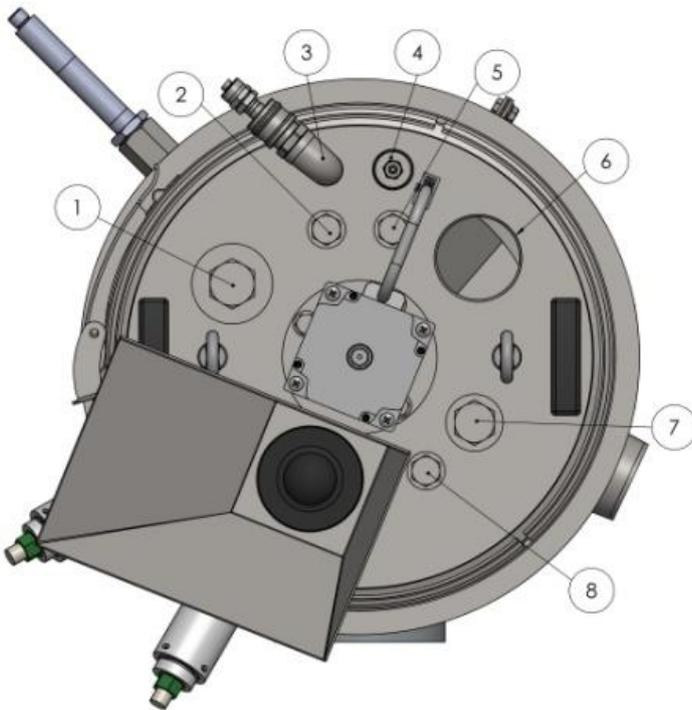

Figura 8: Vista superior da tampa
Conectar a tubulação de gás de análise da medição da quantidade de gás na pos. 3 e a mangueira do condensado na pos. 4 (Figura 8). Observar o plano de fluxo de gás!